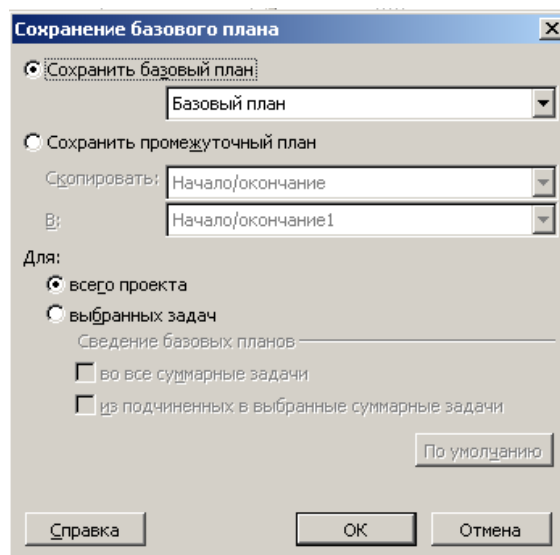

Рис. 2.46. Диалог **Save Baseline** (Сохранение базового плана)
- Установите переключатель **Save Baseline** (Сохранить базовый план) и нажмите кнопку **ОК**. Диалог закроется. Измененный проект будет сохранен вместе с базовым планом (рис. 2.46).